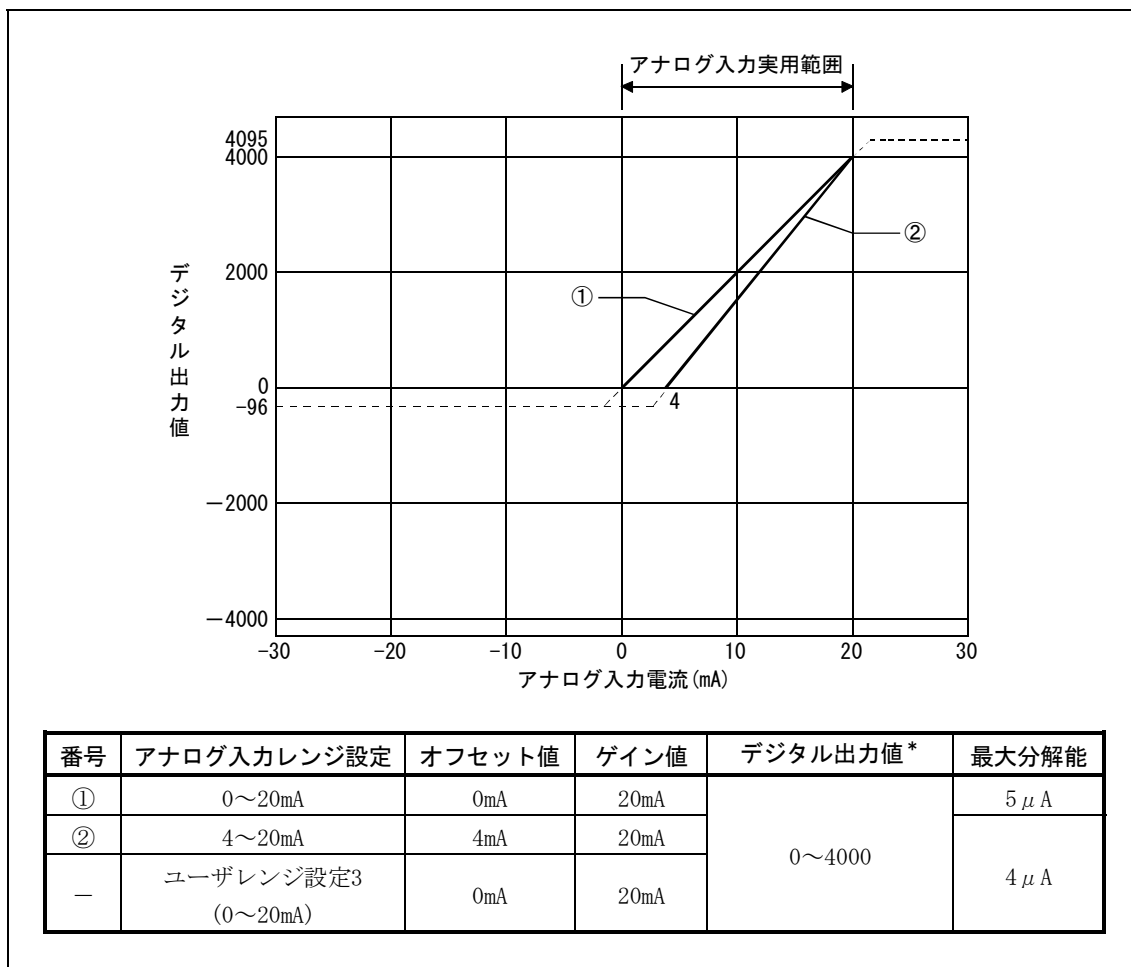

図3.2 電流入力特性
(3) 各入力レンジのアナログ入力範囲およびデジタル出力範囲の範囲内のとき、最大分解能、精度は性能仕様の範囲となりますが、その範囲を超過すると性能仕様の精度に入らないことがあります。(図3.2の点線部分の使用は避けてください。)
(4) ユーザレンジ設定のオフセット値およびゲイン値は下記の条件を満たす範囲で設定してください。 (a) ユーザレンジ設定3選択時の設定範囲：0～20mA (b) (ゲイン値) > (オフセット値) (a)の設定範囲外を設定しようとした場合、「RUN」LEDが0.5s間隔で点滅します。 設定値を設定範囲内の値にして設定してください。 (b)の条件外を設定しようとした場合、「RUN」LEDが0.5s間隔で点滅します。 再度設定をやり直してください。